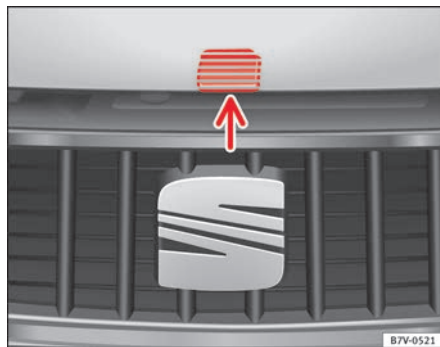

Fig. 167 Palanca de desbloqueo para la apertura del capó del motor en la parrilla del radiador.
- Levante el capó del motor por la palanca de desbloqueo ⇒ fig. 167 (flecha) y ábralo del todo. El capó del motor se mantiene gracias al muelle de gas.